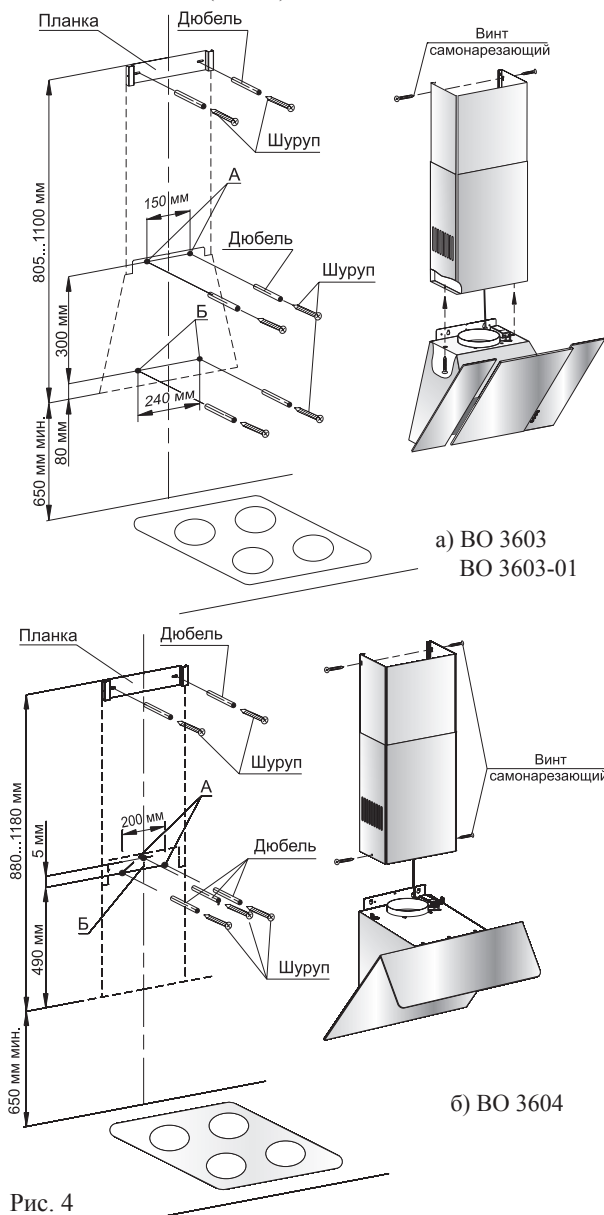

Рис. 4
ВНИМАНИЕ! МИНИМАЛЬНОЕ РАССТОЯНИЕ МЕЖДУ ПЛОСКОСТЬЮ УСТАНОВКИ ПОСУДЫ НА ПЛИТУ (НАГРЕВАТЕЛЬНУЮ ПОВЕРХНОСТЬЮ) И ВОЗДУХООЧИСТИТЕЛЕМ ДОЛЖНО БЫТЬ 65 см. ВОЗДУХООЧИСТИТЕЛЬ КРЕПИТЬ НА РОВНУЮ ПОВЕРХНОСТЬ (РИС.4).
6.3 С учетом установочной высоты и центральной линии разметьте на стене отверстия (А и Б) (рис.4).
6.4 Просверлите отверстия диаметром 8 мм: А на глубину 70 мм, Б на глубину 50 мм, рис.4.
6.5 В отверстия вставьте дюбели согласно рис.4. и по отверстиям А заверните не до упора два шурупа, на которые навесьте воздухоочиститель со снятыми фильтрами.